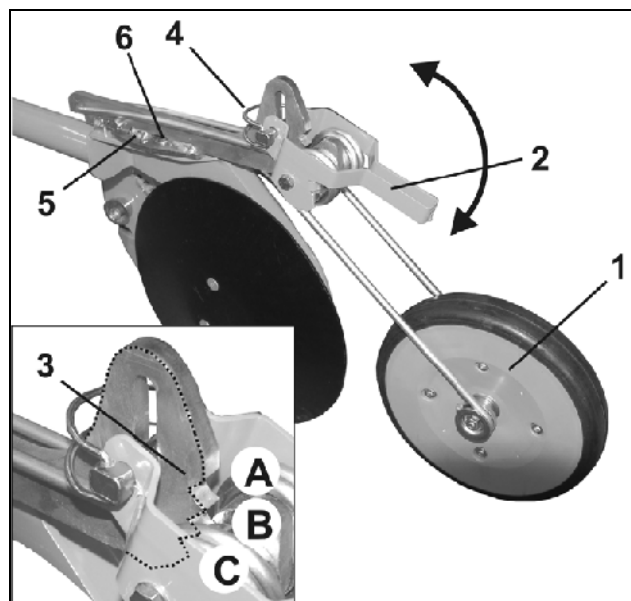

Fig. 21
Trykrullens (Fig. 21/1) tryk kan indstilles i 3 positioner.
- Drej låsearmen (Fig. 21/2) opad for at løsne trykrullen.
Trykrullen kan placeres i tre forskellige positioner takket være fortandingen (Fig. 21/1) in 3 Positionen festgjællt werden.
- Fjern ringstiften (Fig. 21/4).